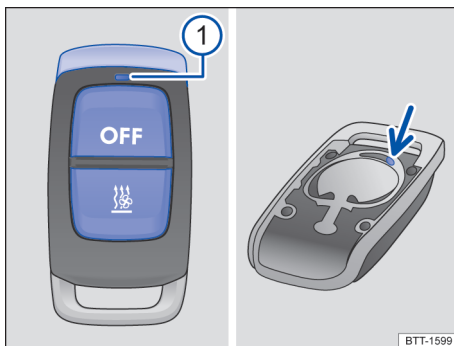

Fig. 95 Aquecimento estacionário: controle remoto
- **Ligar:** pressionar o botão → **Fig. 95**. Se a luz de controle ficar acesa por aproximadamente dois segundos na cor verde, o aquecimento estacionário estará ligado.
- Inserir um objeto apropriado, por exemplo, uma chave de fenda, na fenda (seta) → Fig. 95 do compartimento da bateria.
- Inserir um objeto apropriado, por exemplo, uma chave de fenda, na fenda do compartimento da bateria → Fig. 95.